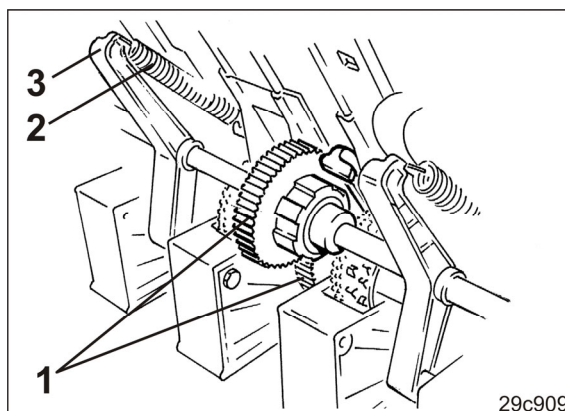

Fig. 131
15. Die Zähne (Fig. 131/1) der Schlingfederkupplung und des Sägeisenstirnrades in Eingriff bringen.
16. Zugfedern (Fig. 131/2) an den Schwenklagern (Fig. 131/3) einhängen.